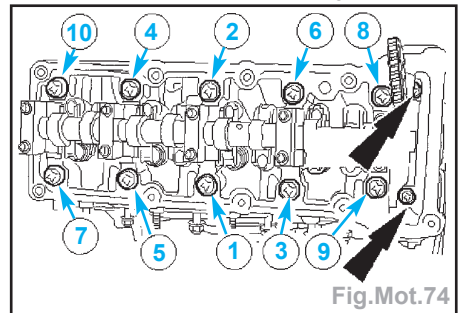

Fig.Mot.74
- Serrer les vis de culasse dans l'ordre indiqué en quatre passes (Fig.Mot.74) :